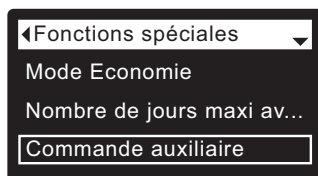

FIG. 89
1. À partir d'un écran d'état dynamique, appuyez sur le sélecteur (O) pour afficher le **Menu principal**.
3. Appuyez sur le sélecteur (O) pour afficher le menu des fonctions avancées.
5. Appuyez sur le sélecteur (O) pour afficher le menu des fonctions spéciales (cf. Figure 89).
9. Appuyez sur le sélecteur (O) : l'afficheur revient au menu des fonctions spéciales (cf. Figure 89).